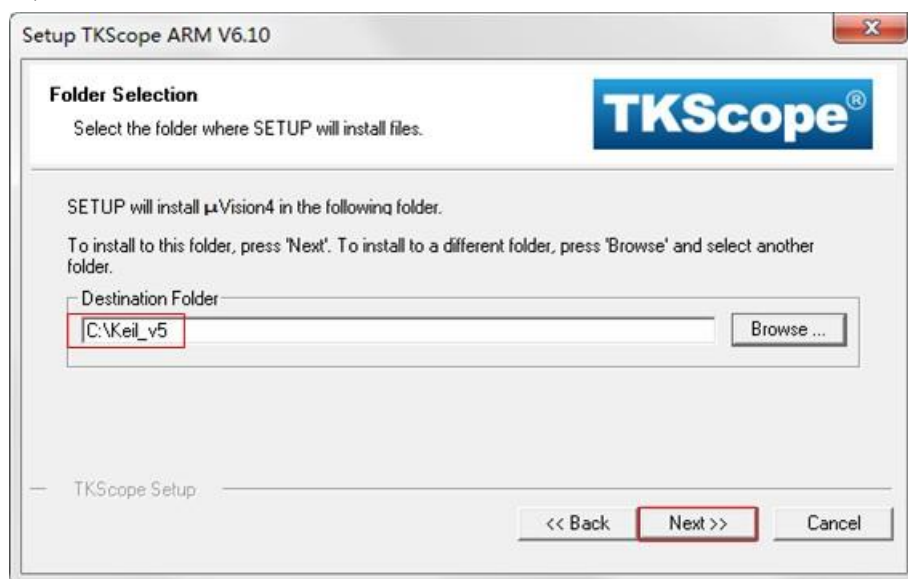

图 2.37 确定 TKScope 的安装目录
- (3) 选择安装路径，需要注意，TKScope 必须安装到 Keil 的根目录中，点击 **【Browse】** 浏览到 Keil 的安装目录，然后用鼠标单击选中，并点击 **【确定】**，如图 2.37 所示。
- (4) 选择 TKScope 的安装目录为 Keil 的安装目录后，然后点击【Next】，如图 2.37 所示。